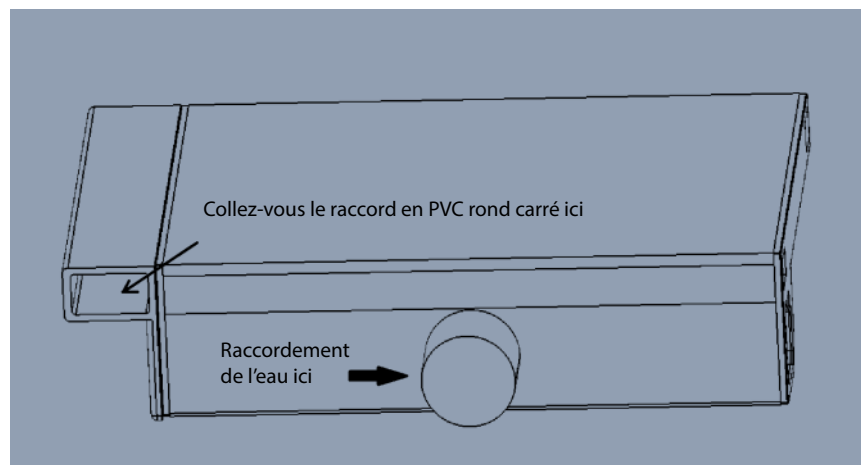

Figure 5: Raccord en PVC sur les deux extrémités.
Lors de la préparation de l'installation électrique, le cascade de Brillant Wonders est capable d'accueillir une conduit de chaque côté (Figure 5). Choisir de quel côté à installer le tuyau en PVC électrique. Reportez-vous à la section 3.1.5 si vous avez décidé de changer la face de sortie électrique. Avant de fixer la cascade complètement, colle le raccord en PVC de l'adaptateur (D) à l'arrière du côté de la cascade où les connexions électriques seront effectuées avec de la colle PVC. Tapoter doucement le bouchon carré (E) avec un maillet en caoutchouc dans le dos de l'autre côté pour sceller.